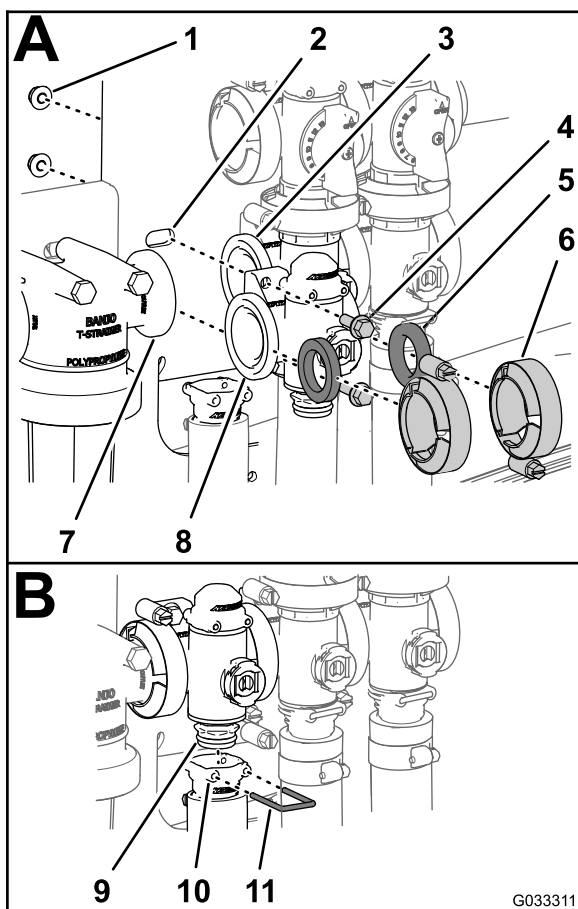

Figura 80
1. Alinee una junta entre las bridas del distribuidor de la válvula de control de caudal y la cabeza del filtro de presión (Figura 80 A).
- Monte el distribuidor de la válvula de control de caudal, la junta y la cabeza del filtro de presión con una brida de fijación y apriete a mano (Figura 80 A).
- Alinee una junta entre las bridas del distribuidor de la válvula de control de caudal y el distribuidor de la válvula de agitación (Figura 80 A).
- Monte el distribuidor de la válvula de control de caudal, la junta y el distribuidor de la válvula de agitación con una brida de fijación y apriete a mano (Figura 80 A).
- Monte la válvula de control de caudal en el soporte de la válvula con los 2 pernos con arandela prensada y 2 contratuercas con arandela prensada (Figura 80 A) que retiró en el
- Monte el conector de salida en el acoplamiento inferior del distribuidor de la válvula de control de caudal (Figura 80 B).
- Sujete el conector de salida al acoplamiento insertando una horquilla de retención en el alojamiento del conector de salida (Figura 80 B).